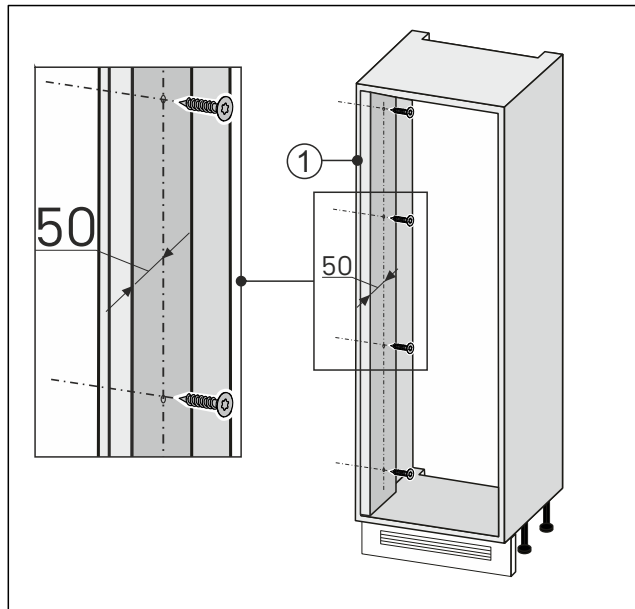

Fig. 89
- Wandausgleich an der Türöffnungsseite Fig. 89 (1) mit der Möbelnische verschrauben.